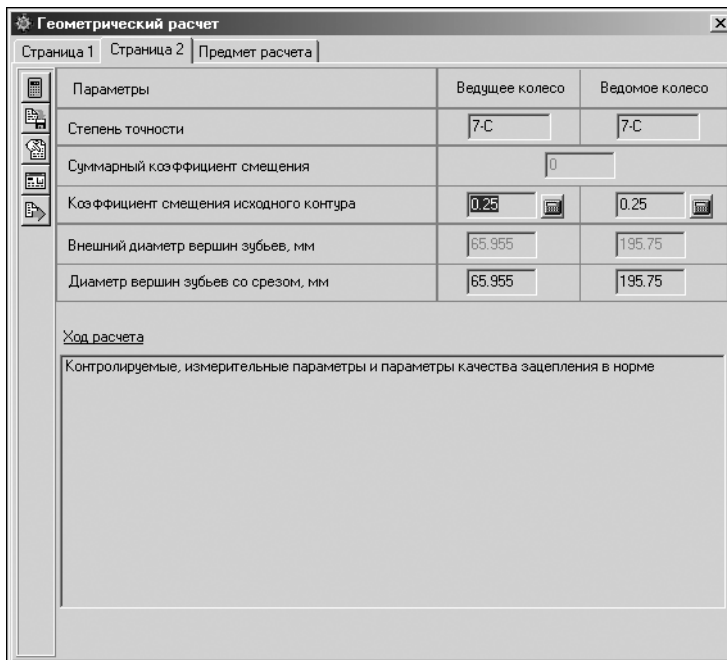

Рис. 9.5.
2. Введите данные на вкладке **Страница 2** (рис. 9.5).